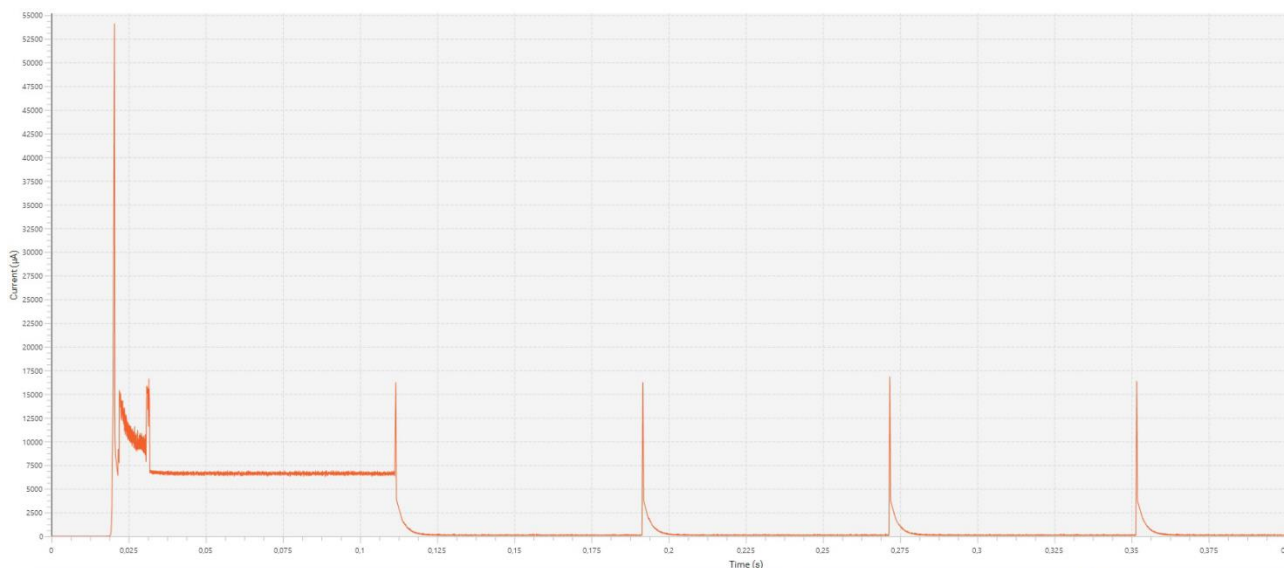

Рис. 1. Типичная диаграмма потребления тока датчика при старте
- В течение первых 0.01 с после включения датчик потребляет до 55 мА, затем в течение 0.1 с среднее потребление составляет до 14 мА, после чего датчик выходит на нормальный режим потребления (см. Рис. 1).